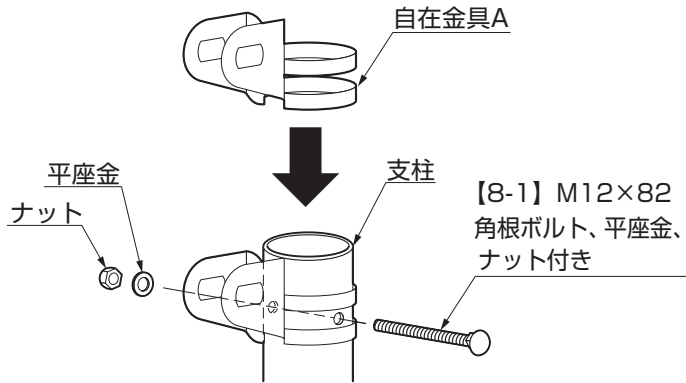

図5-1
- ①自在金具Aを端末の支柱上部に差入れ、【8-1】で仮締めして取付けてください。(図5-1参照)